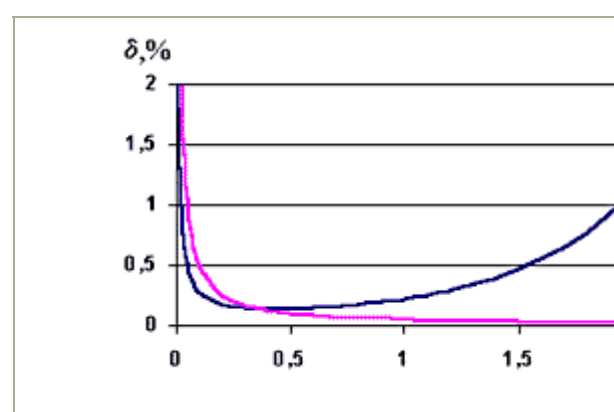

Рис.1.
Анализ закономерности (3) показывает, что есть область оптической плотности, где относительная погрешность минимальна. На рис.1 (синяя линия) показана закономерность изменения погрешности для самого распространенного случая $\Delta \alpha = 0,0005$. Из рисунка видно, что минимальная относительная погрешность может быть достигнута при $D = 0,434$. Из этого следует, что планировать эксперимент лучше таким образом, чтобы измеряемая величина была в области $D=0,4-0,5$.
Однако использование шкалы оптической плотности не позволяет в полной мере достичь той точности, которая была оценена выше. Дело в том, что в некоторой области оптической плотности минимальное деление шкалы огрубляет получаемый результат. Использование же шкалы светопропускания в этой области позволяет производить измерения точнее. На рис.1 (красная линия) показан вклад цены деления шкалы в общую погрешность измерения оптической плотности. Две